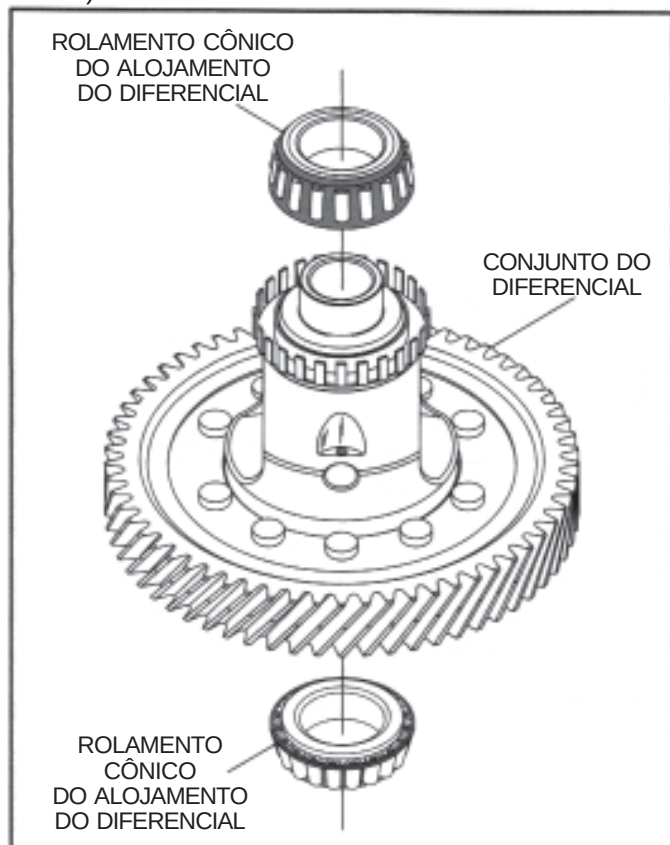

Figura 131
42. Remova e troque os dois rolamentos cônicos do diferencial, utilizando adaptadores apropriados e prensa hidráulica, conforme ilustrado na Figura 131.